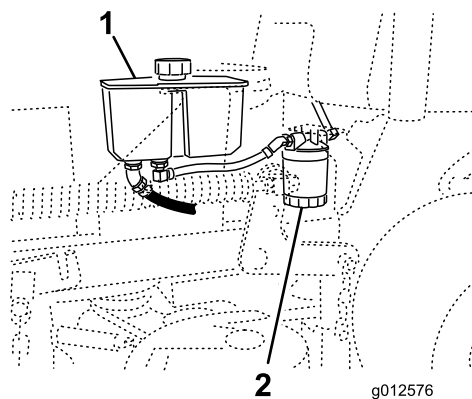

Figura 74
- Individuate il filtro e collocate una bacinella di spurgo sotto il filtro stesso (Figura 74).